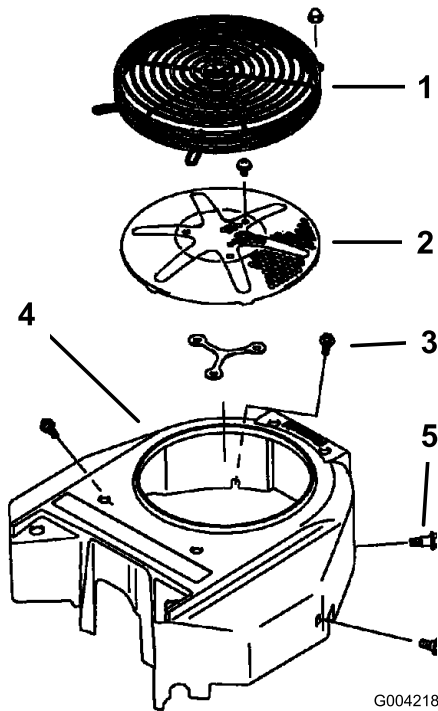

Figura 77
3. Retire la rejilla de entrada de aire, el arrancador de retroceso y la carcasa del ventilador (Figura 77).
5. Instale la rejilla de entrada de aire, el arrancador de retroceso y la carcasa del ventilador (Figura 77).